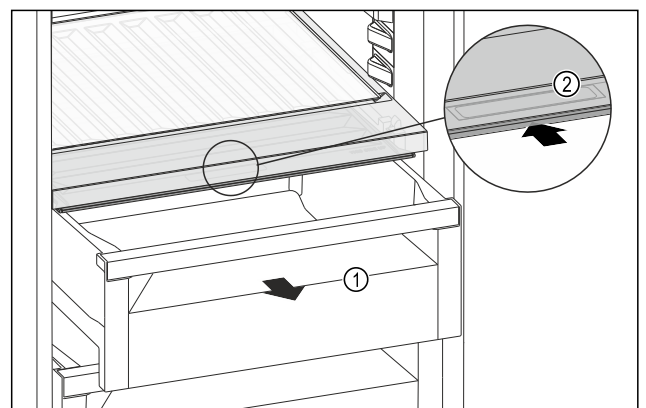

Fig. 121
- Retirer le tiroir Fig. 121 (1).
- ▶ Saisir la poignée encastrée *Fig. 121 (2)* du couvercle du compartiment et pousser le couvercle du compartiment vers l'arrière.